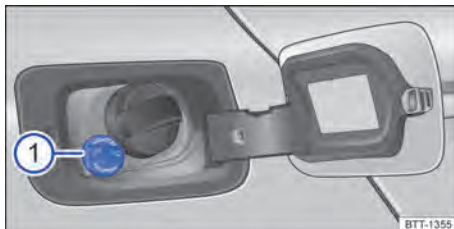
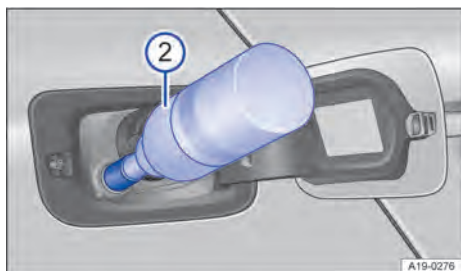
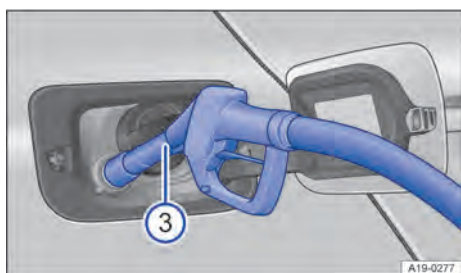

Fig. 207 Detrás de la tapa del depósito de combustible: tapón del depósito de AdBlue (representación esquemática).
Fig. 208 Detrás de la tapa del depósito de combustible: repostar AdBlue con una botella de recarga (representación esquemática).
Fig. 209 Detrás de la tapa del depósito de combustible: repostar AdBlue con la pistola de un surtidor (representación esquemática).
Leyenda de la fig. 207, fig. 208 y fig. 209:
La boca de llenado de AdBlue® se encuentra detrás de la tapa del depósito de combustible, junto a la boca de llenado de este → fig. 207.
- Para garantizar un repostaje óptimo, mantenga hacia abajo el asidero de la pistola del surtidor de AdBlue® → fig. 209.
- El depósito de AdBlue® está lleno cuando la pistola del surtidor corta el suministro por primera vez → ①.